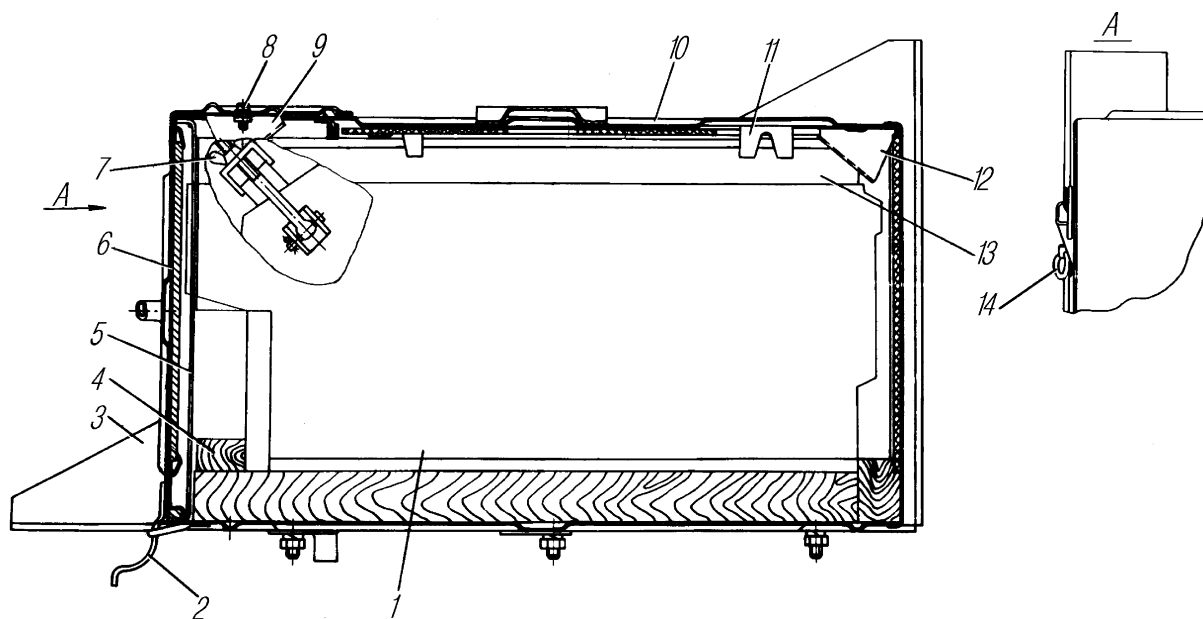

Рис. 17. Установка аккумуляторных батарей:
**Крепление аккумуляторных батарей.** Аккумуляторные батареи 1 (рис. 17) установлены в контейнере 10 на двух боковых и средней опорах. Батареи после их установки в кон-